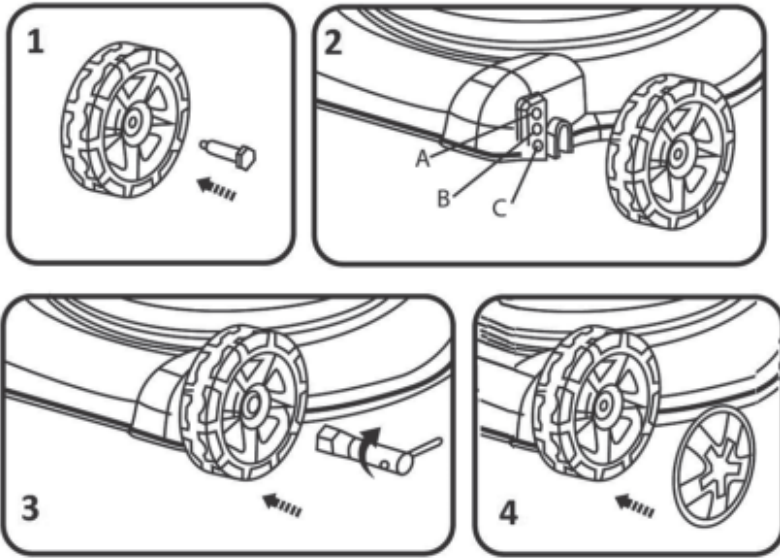

Fig. 3
1. Przełóż gwintowany trzpień (rys. 3, punkt 1) przez koło.
2. Wybierz wymaganą wysokość koszenia i wkręć koło w odpowiedni otwór (rys. 3, punkty 2 + 3):
4. Załóż osłonę koła (rys. 3, punkt 4).